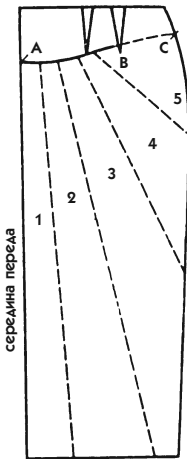

Рис. 623
1. На лекале переднего полотнища начертите кокетку, как вы видите на рис. 623 (сплошная линия от засечки А до засечки В). В настоящем примере задание выполняется для левой стороны, чтобы вы научились работать в любом направлении.
2. На краю кокетки (засечка В) поместите базовую вытачку от талии. Если вытачка слишком глубокая при небольшой длине, распределите ее (например, на 2 вытачки, как показано на рис. 623).
4. Для подобной модели необходима подкладка. Перечитайте пояснения к рис. 568. Для кроя подкладки используйте подготовительное лекало (рис. 623). Сделайте его копию, прежде чем продолжите работу.
- Выкроите подкладку из шелковой ткани, как обычно, и перенесите на нее линию кокетки (рис. 623).